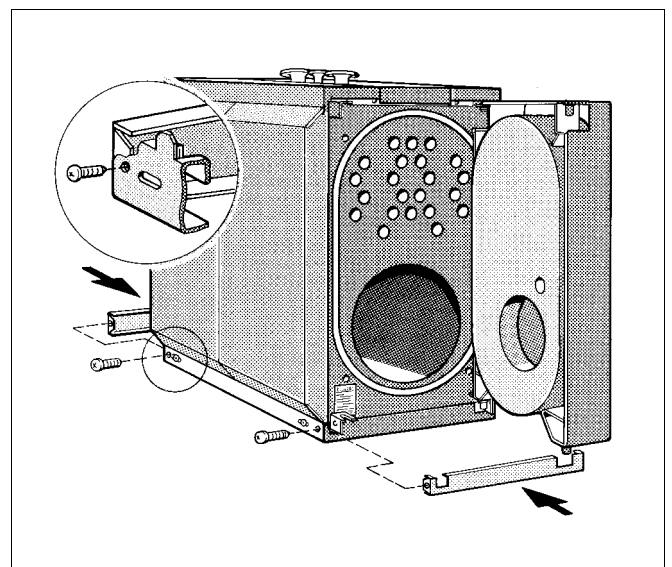

Abb. 16 Montage Rahmenleisten
- Vordere und hintere Rahmenleiste mit jeweils zwei Blechschrauben an den seitlichen Rahmenleisten anschrauben (Abb. 16).